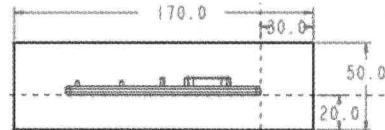

图 1.3 截面草图
(1) 在弹出的菜单管理器中选择 $\text{Solid (实体)} \rightarrow \text{Protrusion (伸出项)}$ 命令，在弹出的菜单中选择 $\text{Extrude (拉伸)} \rightarrow \text{Solid (实体)} \rightarrow \text{Done (完成)}$ 命令，此时系统弹出拉伸操控板。
(2) 创建实体拉伸特征。
① 定义草绘截面放置属性。在绘图区中右击，从系统弹出的快捷菜单中，选择 定义内部草绘... 命令。系统弹出“草绘”对话框，然后选择参照模型 MOLD_RIGHT 基准平面作为草绘平面，选取 MAIN_PARTING_PLN 平面为参照平面，方向为 顶 ，单击 草绘 按钮，至此系统进入截面草绘环境。
② 进入截面草绘环境后，选取 MAIN_PARTING_PLN 基准平面和 MOLD_FRONT 基准平面为草绘参照，绘制图 1.3 所示的截面草图。完成截面草图绘制后，单击工具栏中的“完成”按钮 \checkmark 。